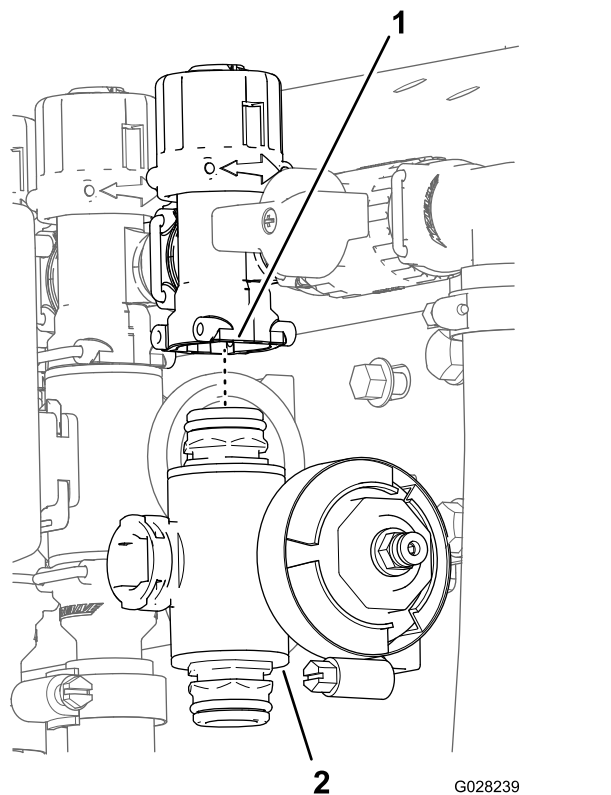

**Figure 69**
2. Retirez les étriers qui fixent le raccord de sortie au collecteur de vanne de section et le collecteur de vanne au raccord de dérivation (Figure 69).